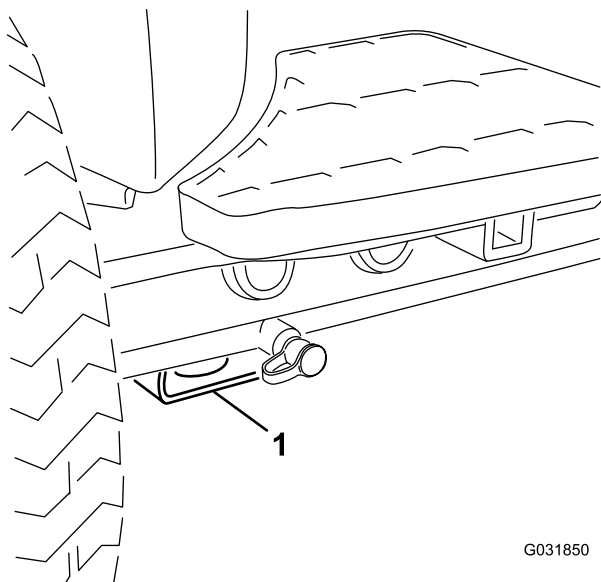

Рисунок 44
- В передней части – используйте прямоугольную подкладку под трубой моста внутри каждого переднего колеса (Рисунок 44).